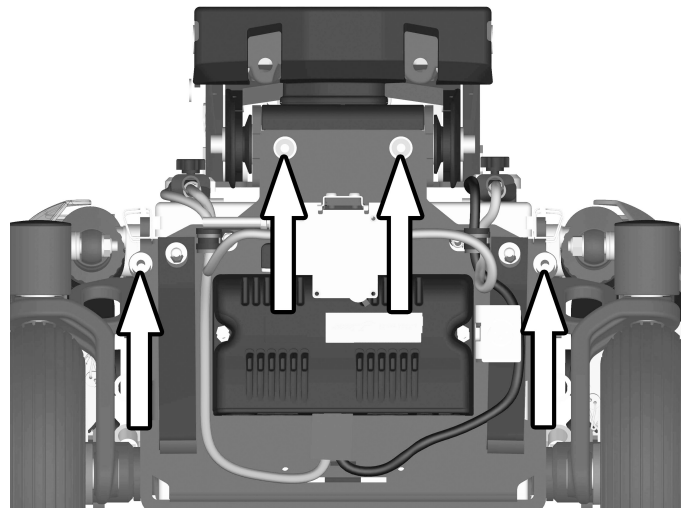

Abbildung 24. Das Batteriefach ist mit vier Schrauben befestigt.
6. Die vier Befestigungsschrauben der Armlehne abnehmen, siehe Abbildung. 24.
5. Die vier Befestigungsschrauben des Batteriefachs abnehmen, siehe Abbildung. 24.